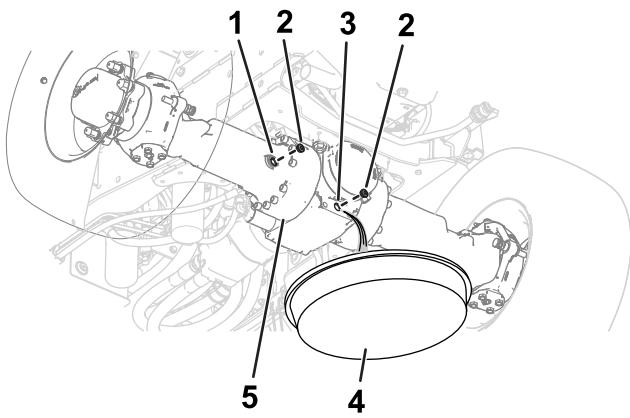
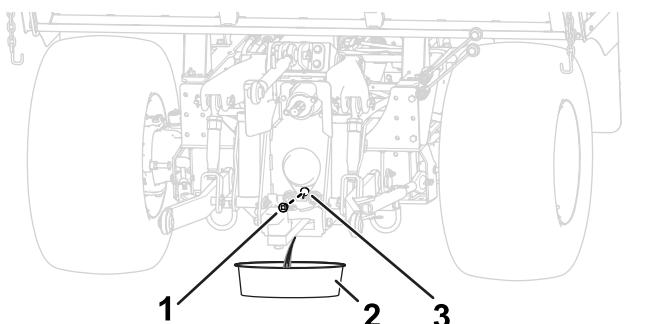

Рисунок 97
Рисунок 98
1. Поместите сливной поддон под картеры дифференциалов мостов (Рисунок 97 и Рисунок 98).
2. Отверните пробки смотровых и сливных отверстий в картерах дифференциалов мостов (Рисунок 97 и Рисунок 98).